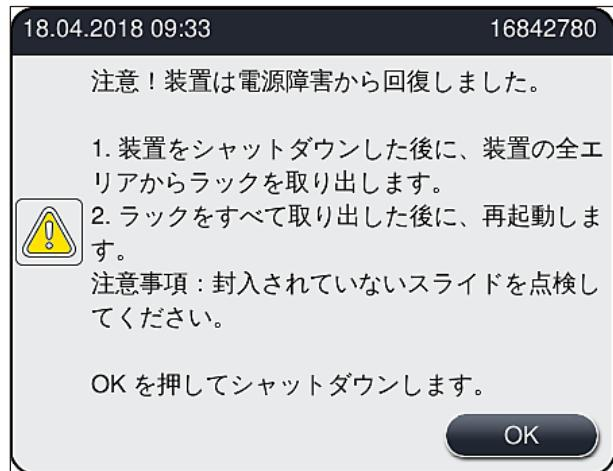

図 107
- 電源復旧後、装置は自動的に再起動します。電源障害の発生をオペレーターに知らせる情報メッセージ（→ 図 107）が画面に表示され、イベントログにもそれが書き込まれます。
- ① 電源復旧後、装置は自動的に再起動します。警告音が鳴り、警告メッセージが画面に表示されます（→ 図 107）。
続いて、情報メッセージ(→ 図 107)の指示に従い、スライドを装置から取り出します。